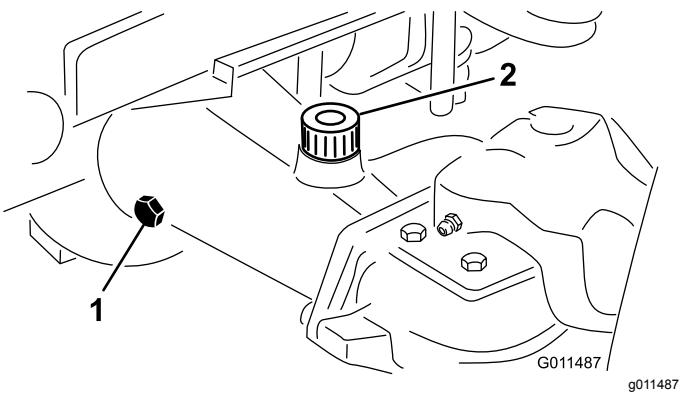

Figura 17
2. Retire o tampão de verificação que se encontra numa das extremidades do eixo e certifique-se de que existe lubrificante até ao fundo do orifício (Figura 17).